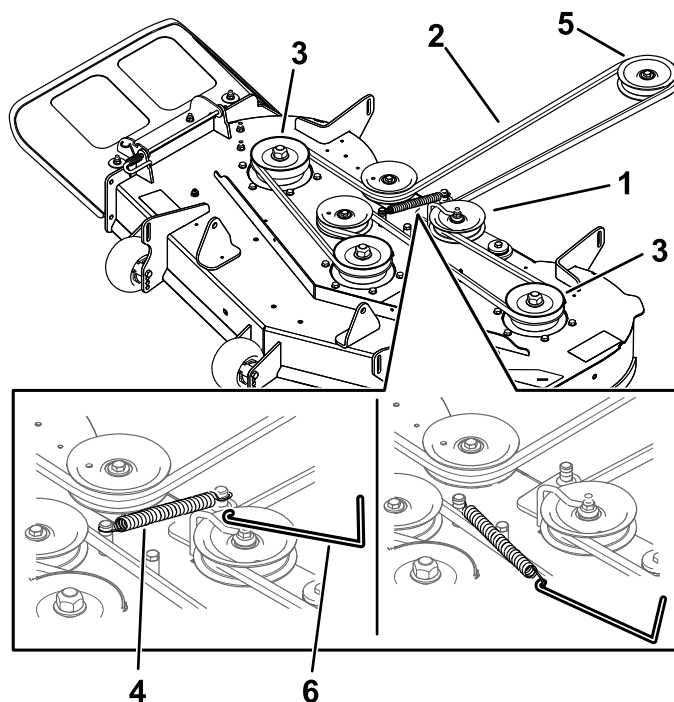

Bild 62
7. Entfernen Sie die Spannscheibenfeder mit einem Werkzeug zur Federentfernung (Toro Bestellnummer 92-5771) vom Mähwerkhaken, um die Spannung von der Spannscheibe zu nehmen, und rollen Sie den Riemen von den Spannscheiben (Bild 62).
8. Verlegen Sie den neuen Riemen um die Motor- und Mähwerkriemenscheiben (Bild 62).
9. Setzen Sie die Spannscheibenfeder mit einem Werkzeug zur Federentfernung (Toro Bestellnummer 92-5771) auf den Mähwerkhaken, um die Spannung von der Spannscheibe zu nehmen, und rollen Sie den Riemen von den Spannscheiben (Bild 62).